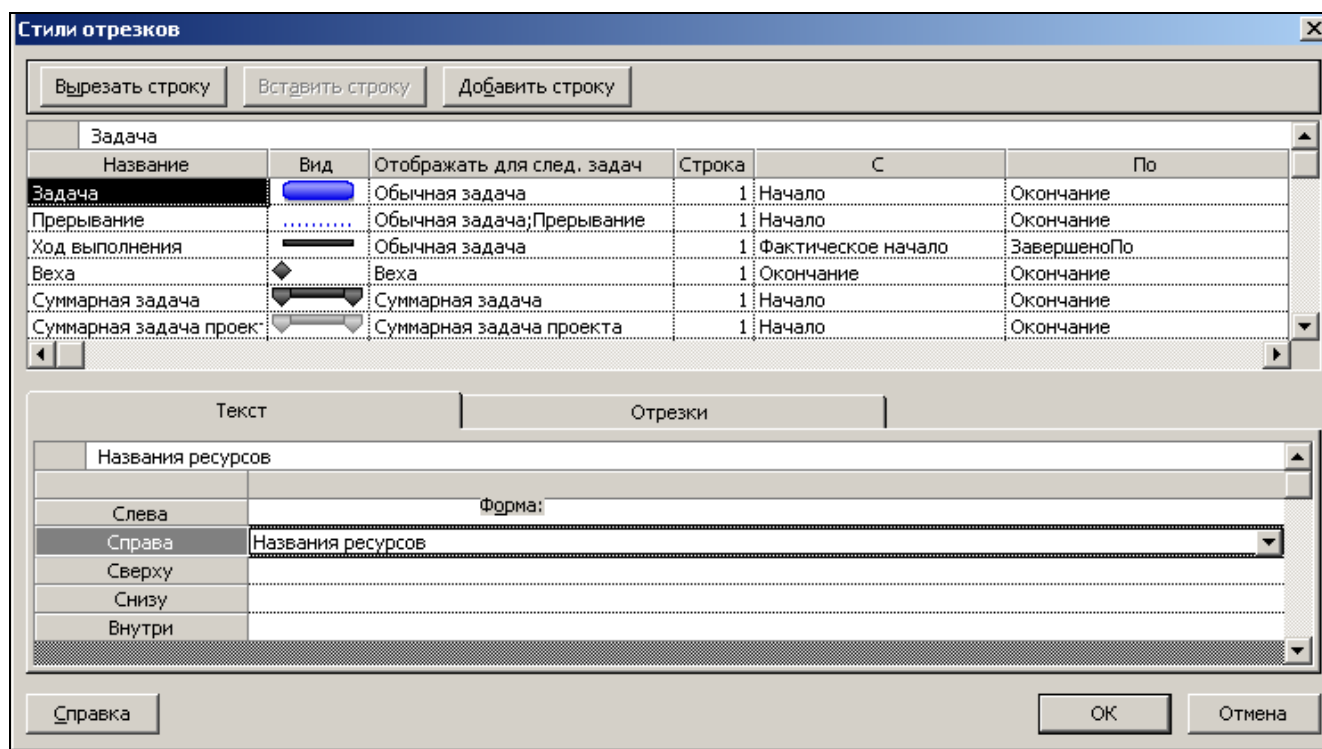

Рисунок 6.3 – Отказ от вывода текста на графике
4. В строке редактирования удалите название поля и нажмите кнопку **Enter**, затем нажмите **ОК** (см. рисунок 6.3).